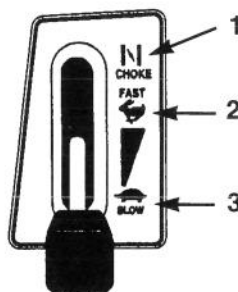

Bild 9
5. Den Gashebel auf "CHOKE" stellen (Bild 9).
7. Nachdem der Motor angesprungen ist, den Gashebel langsam auf "FAST" [SCHNELL] stellen (Bild 9). Sollte der Motor stottern oder abwürgen, den Gashebel kurz zurück auf "CHOKE" bringen. Dann den Hebel wieder auf "SCHNELL" stellen. Bei Bedarf wiederholen.
1. Den Gashebel auf "SLOW" [LANGSAM] stellen (Bild 9).